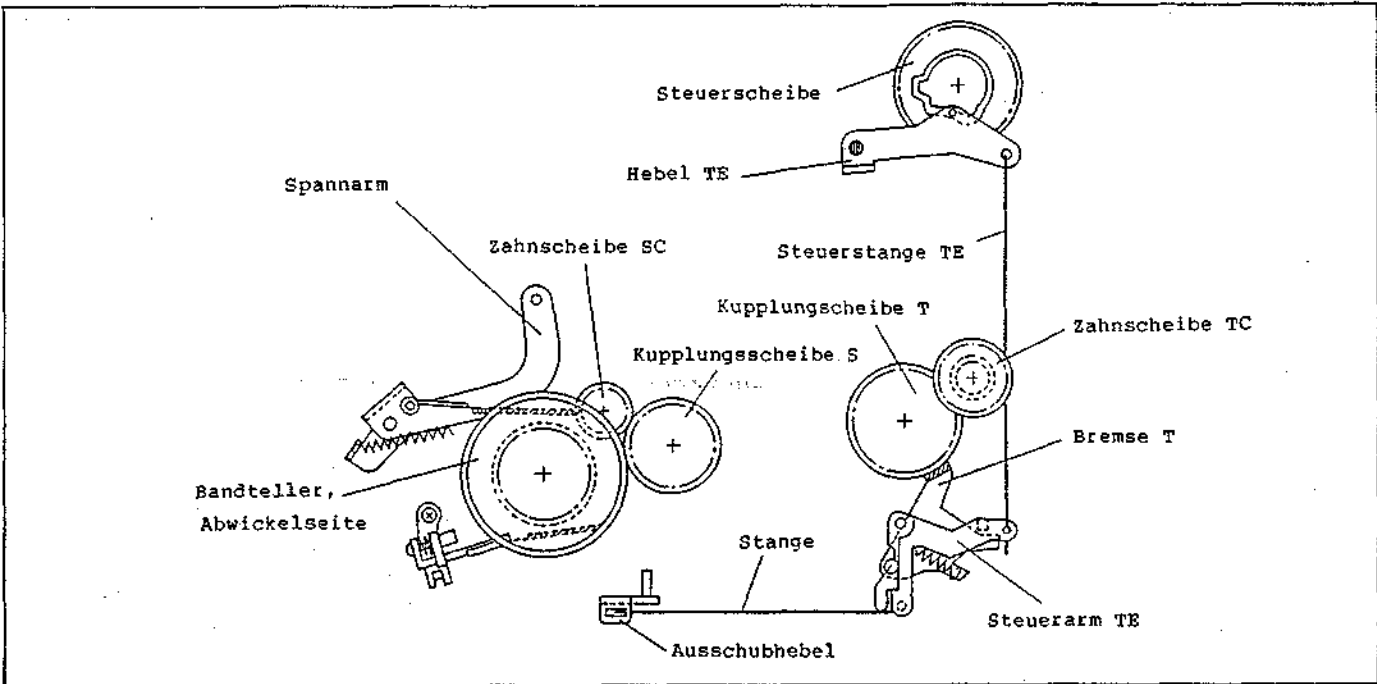

Abb. 7-6 Steuermechanismus für die T-Bremse
(3) Die Mechanik der T-Bremse (Abb. 7.6) Abb. 7.6 stellt die Mechanik der T-Bremse dar. Der TE-Hebel hängt mit der oberen Nut der Steuerscheibe zusammen. Der TE-Steuerarm ist an einem Ende mit dem TE-Hebel über die TE-Steuerstange verbunden. Der TE-Steuerarm hat eine Nase an der linken Seite, die mit einem Ende der T-Bremse verbunden ist. Wenn sich die Steuerscheibe gegen den Uhrzeigersinn dreht, dann bewegt sich der TE-Hebelstift angetrieben von der Nut in